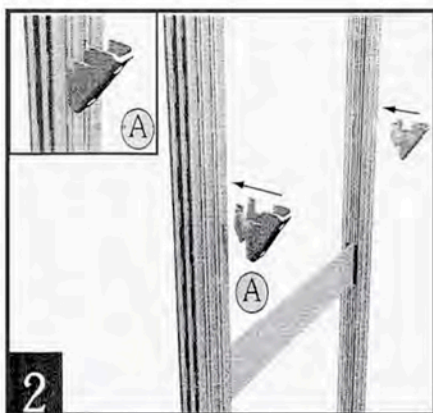

Рис.2 Установка кронштейнов для полок
2. Определитесь с уровнем расположения полок, установите на всех спаренных стойках на одном уровне кронштейны для полок (рис.2)